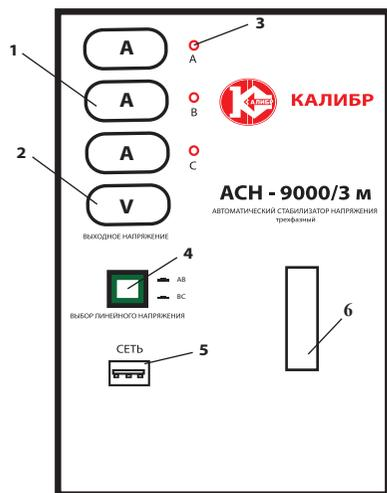

рис.1
4.1 Общий вид передней панели стабилизатора схематично представлен на рис.1